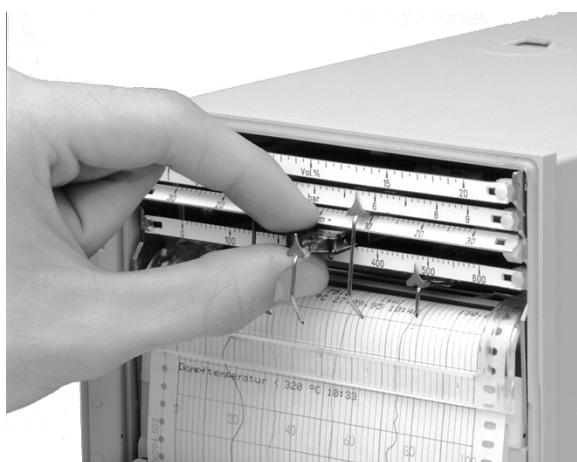

Bild 8 Faserschreibeinsatz / Druckeinsatz einsetzen
2. Faserschreibeinsatz / Druckeinsatz gemäß Bild 8 einsetzen.